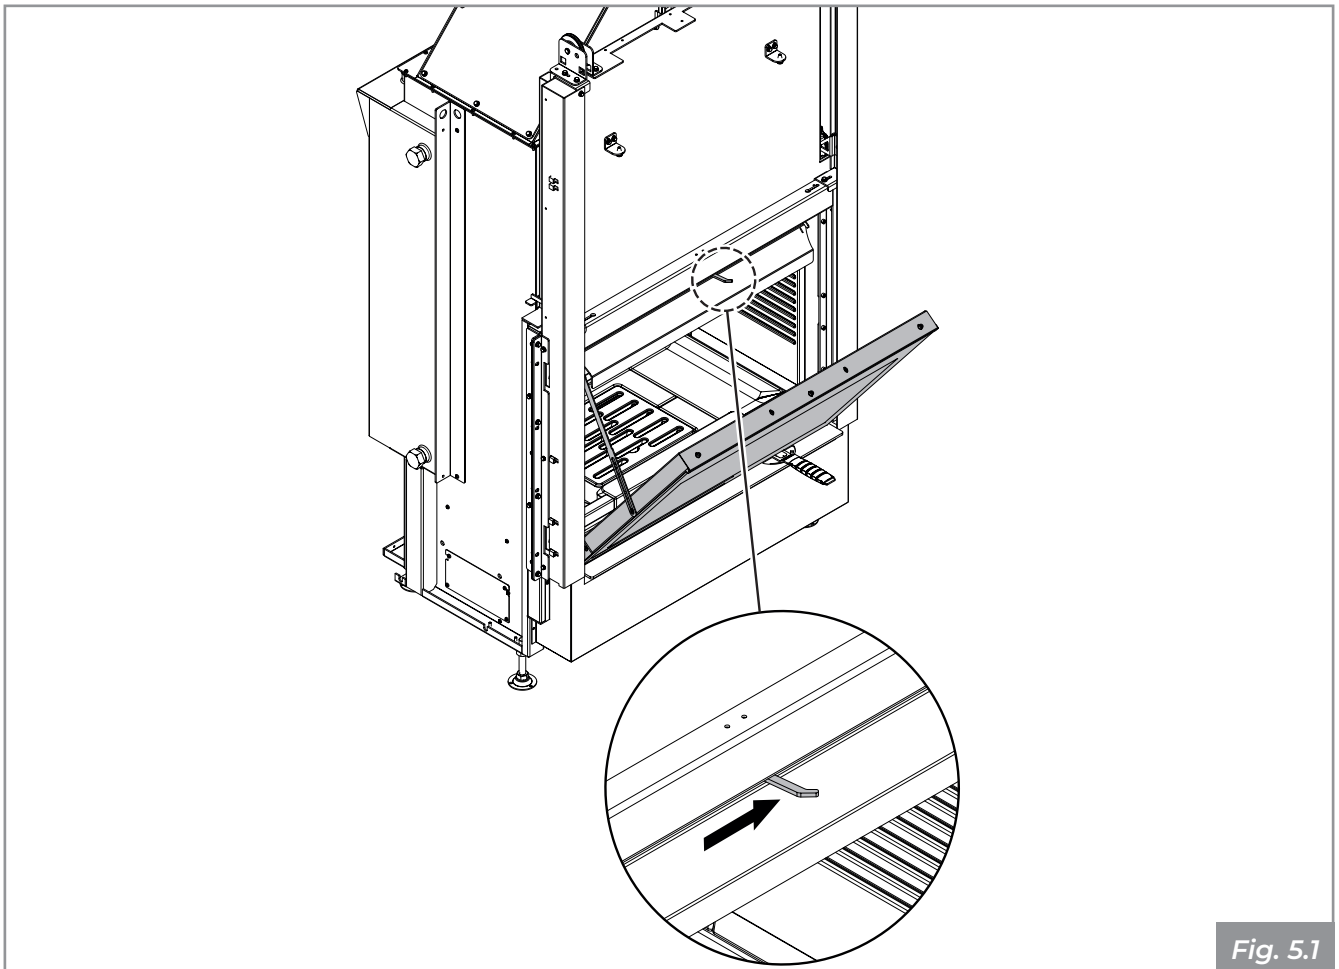

Fig. 5.1
1. Abra la puerta basculante tirando hacia fuera la o las manillas para desenganchar el perno de cierre que se encuentra en la parte superior del vidrio. Una vez desenganchado el bloqueo, abra la puerta acompañándola hacia abajo con la mano para evitar golpes (**Fig. 5.1**).
La limpieza del vidrio se realiza con un paño húmedo o con papel humedecido y pasado por la ceniza. Para efectuar la limpieza del vidrio se debe abrir la puerta basculante tirando hacia fuera la o las manillas para desenganchar el perno de cierre que se encuentra en la parte superior del vidrio. Una vez desenganchado el bloqueo, abra la puerta acompañándola hacia abajo con la mano para evitar golpes (**Fig. 5.1**).